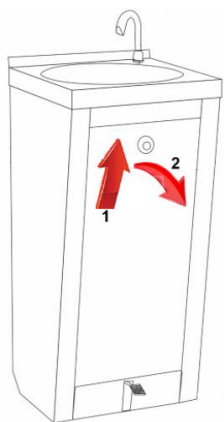

Fig. 7
- Per rimuoverlo, inserire il dito nel foro superiore e tirarlo verticalmente (1 verso l'alto), quindi estrarlo (2) come mostrato nella Fig. 7.